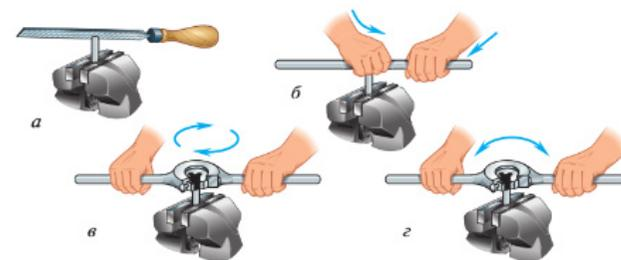

Рис. 5.56. Нарезание резьбы плашками: а — снятие фаски на стержне;
3. Отметьте длину нарезаемой резьбы (напильником, мелом, чертилкой), сделайте на конце заготовки фаску (рис. 5.56, а).
5. Наложите плашкодержатель с плашкой на нарезаемый конец заготовки клеймом (надписью) вниз (рис. 5.56, б).
6. Ладонью рабочей руки нажмите на корпус плашкодержателя вниз; нерабочей рукой вращайте его по часовой стрелке, пока заборная часть плашки не врежется в заготовку (рис. 5.56, в). Затем, вращая плашкодержатель за ручки (рис. 5.56, г), сделайте 1–2 обо-